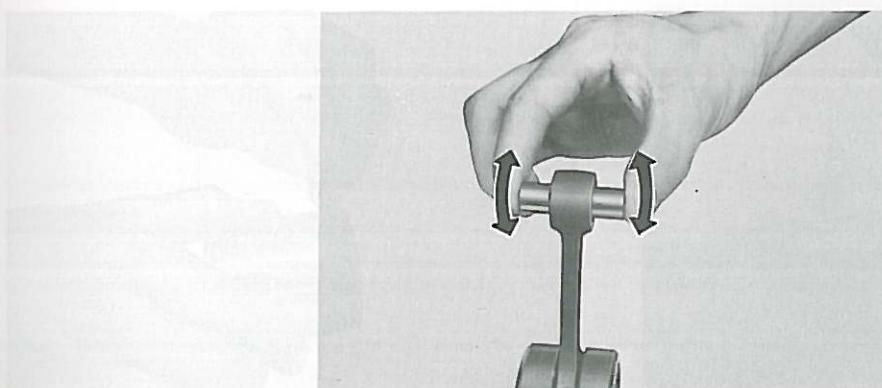

Fig. 3-3-7
4. Apply a light film of oil to pin and bearing surfaces. Install in connecting rod small end. Check for play. There should be no noticeable vertical play. If play exists, check connecting rod small end for wear. Replace pin and bearing or all as required. (Fig. 3-3-7)
4. Appliquer une légère couche d'huile sur l'axe et le roulement, et les introduire dans le pied de bielle pour vérifier le jeu. On ne doit constater aucun jeu vertical. En cas de jeu, vérifier si le pied de bielle n'est pas usé. Remplacer l'axe et le roulement et, si nécessaire, la bielle également. (Fig. 3-3-7)
4. Leichten Ölfilm auf die Oberflächen des Kolbenbolzens und Lagers auftragen und in das Pleuelstangenauge einsetzen; dann auf Spiel prüfen. Es darf kein fühlbares Spiel in vertikaler Richtung vorhanden sein. Falls Spiel vorhanden ist, Pleuelstangenauge auf Verschleiß prüfen. Falls erforderlich, Kolbenbolzen und Lager oder alle Teile ersetzen. (Fig. 3-3-7)